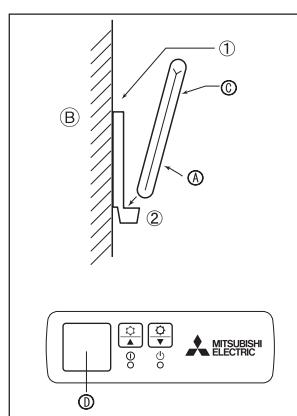
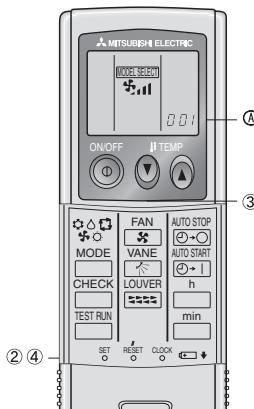

Fig. 6-5
Fig. 6-6
2) Montaj yöntemi (Fig. 6-5)
- ① Uzaktan kumanda ünitesini yuvasına iki kılavuz vidasıyla istenen yere tespit ediniz.
- ② Uzaktan kumanda ünitesinin alt tarafını yuvarın içine yerleştiriniz.
3) Ayar (Fig. 6-6)
- ① Pilleri takın.
- ② Sivri uçlu bir şeyle SET (ayar) düğmesine basın.